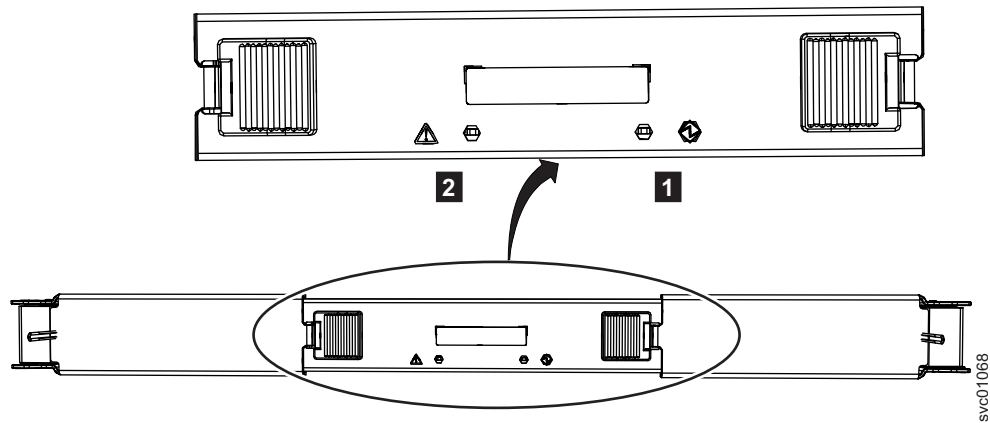

Рисунок 87. Индикаторы вспомогательного модуля расширения
2. Определите, какой вспомогательный модуль расширения требуется заменить (на рис. 87 на стр. 92 показаны индикаторы, находящиеся на верхней стороне